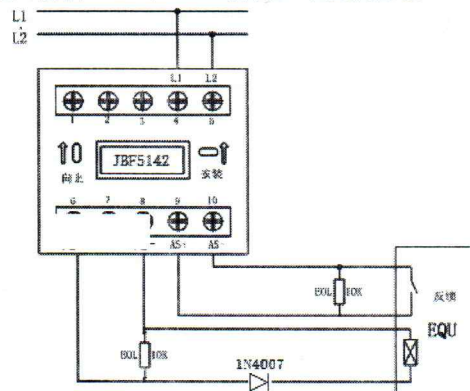

图 3 : 脉冲输出
- VO+ (端子 6)、VO- (端子 8): 接被控设备 (脉动触点)。执行器启动后 VO+ (端子 6) 和 VO- (端子 8) 可以输出 DC24V/100ms 脉冲, 见图 3。